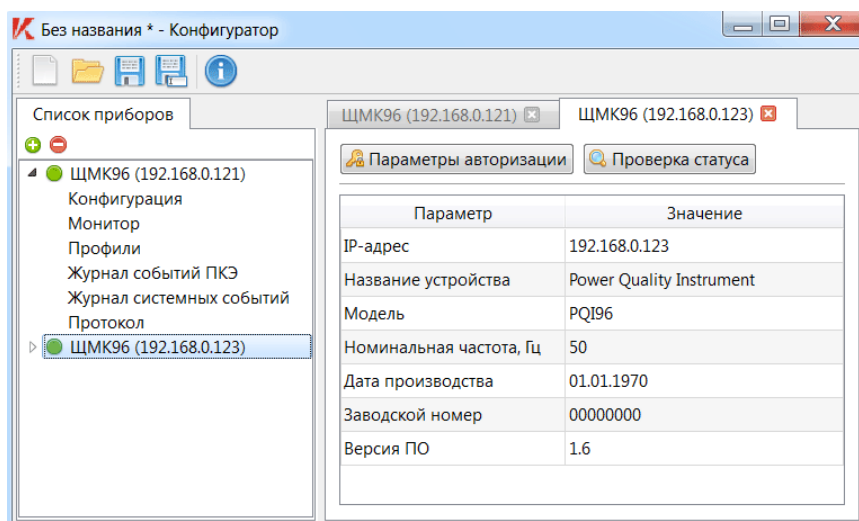

Рисунок 14 – Окно программы с открытой корневой вкладкой прибора
Если значения параметров авторизации (имя пользователя и пароль) в диалоге были заданы корректно, и прибор в текущий момент доступен по указанному IP-адресу, будет установлен авторизованный сеанс связи с соответствующим прибором, и указанный прибор в списке приборов также примет «зеленый» статус (см. Рисунок 14). При этом в области отображения основной информации главного окна программы будет выведено содержимое корневой вкладки прибора.
6.1.3.1 Щелкнуть необходимый прибор мышью в списке доступных для просмотра и конфигурирования приборов (при этом в области отображения основной информации главного окна будет выведено содержимое корневой вкладки прибора – см., например, выше Рисунок 14).
Примечание: Для прибора ЦМК96 серийный номер прибора представляет собой 8 цифр, узнать которые можно в программе «Конфигуратор», находясь в корневой вкладке соответствующего прибора (см., например, Рисунок 14); при этом серийный номер выводится в поле таблицы «Заводской номер» на отображаемой корневой вкладке прибора.